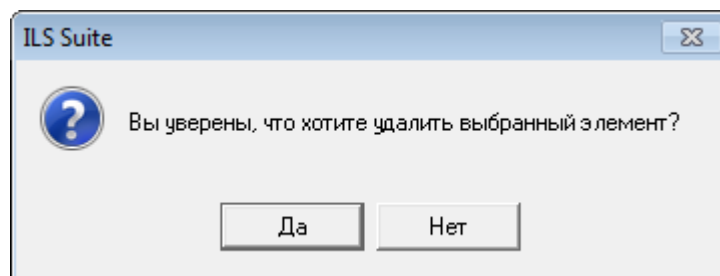

Рис. 17-36 – Диалоговое окно
4) В открывшемся диалоговом окне нажать «Да» для подтверждения действия (рис. 17-36). В этом случае выбранная техкарта будет удалена из папки рабочего окна «Технологические карты» и из базы данных. Для отказа от удаления нажать «Нет».